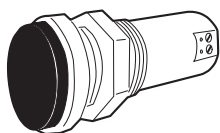

Fig. 8
□ soit un voyant à visser pour parois minces ≤ 6 mm (fig. 8),